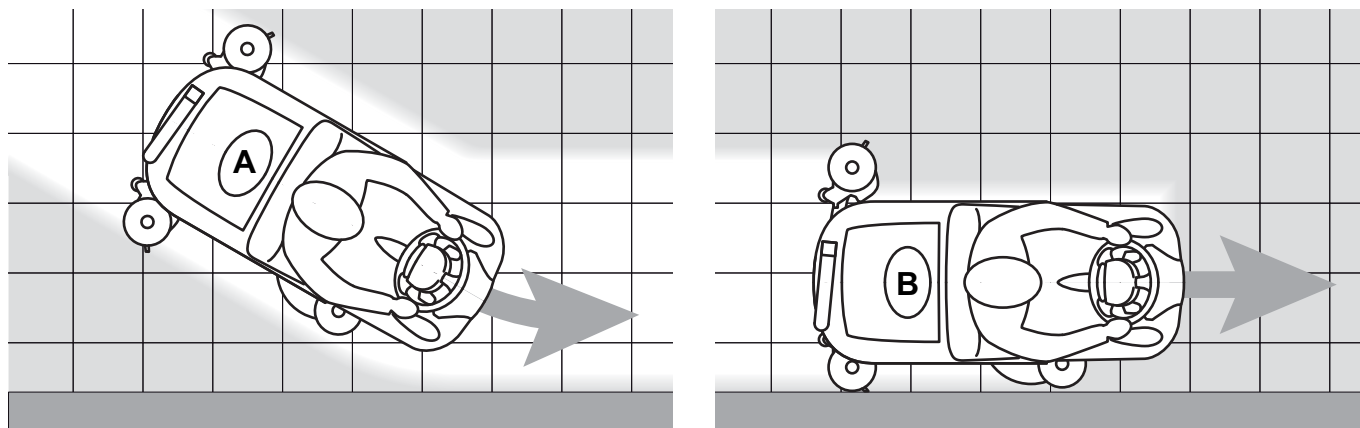

Figura 3
*Para un correcto lavado/secamiento de los suelos en los bordes de las paredes, Advance sugiere acercarse con el lado derecho de la máquina como indicado en la figura 3.*